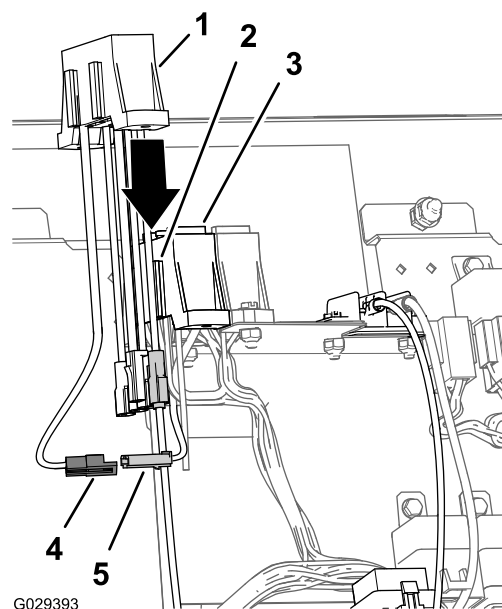

Figura 22
2. Collegate il connettore a 2 pin dei fili di alimentazione ausiliari del portafusibili della macchina al connettore a 2 prese dei fili di alimentazione del portafusibili ausiliario (Figura 22).
3. Allineate le scanalature del portafusibili ausiliario alle flange di montaggio del portafusibili della macchina (Figura 22).